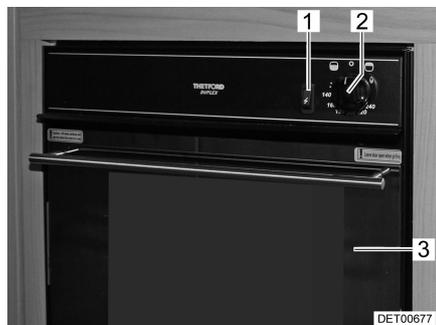
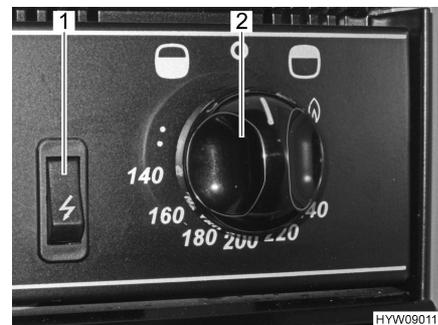

Fig. 71 Four à gaz avec grill
Fig. 72 Boutons de commande du four à gaz avec grill
- Ouvrir complètement la porte du four (Fig. 71,3).
- Appuyer sur le bouton tournant (Fig. 71,2 et Fig. 72,2) et le régler à la puissance maximale en le faisant tourner dans le sens inverse des aiguilles d'une montre (en direction du symbole de four "☼").
- Enfoncer le bouton tournant (Fig. 71,2 et Fig. 72,2) et le maintenir enfoncé pendant 5 à 10 secondes. Le gaz s'écoule vers le brûleur.
- Appuyer sur l'interrupteur d'allumage (Fig. 71,1 et Fig. 72,1) jusqu'à ce que la flamme se consume.
- Appuyer sur le bouton tournant (Fig. 71,2 et Fig. 72,2) et le placer sur le symbole de la flamme e en le faisant tourner dans le sens des aiguilles d'une montre (en direction du symbole de grill "☼").
- Placer le bouton tournant (Fig. 71,2 et Fig. 72,2) sur "0". La flamme s'éteint.